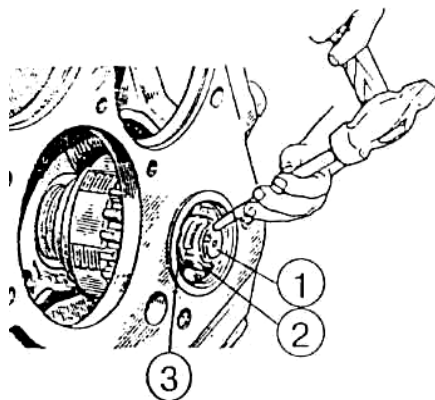

Рисунок 5.52
- 4.2) откерните поясok гайки (2) (**рисунок 5.52**), зафиксируйте от проворачивания вал (1), отвинтите гайку (2) и снимите стопорную шайбу (3);